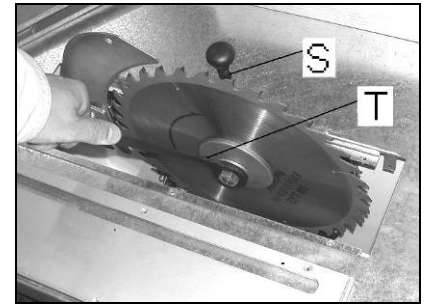

Fig 15
Desserrer l'écrou de serrage avec la clé livrée (T, Fig. 15). éviter la rotation de la lame avec la goupille livrée (S).